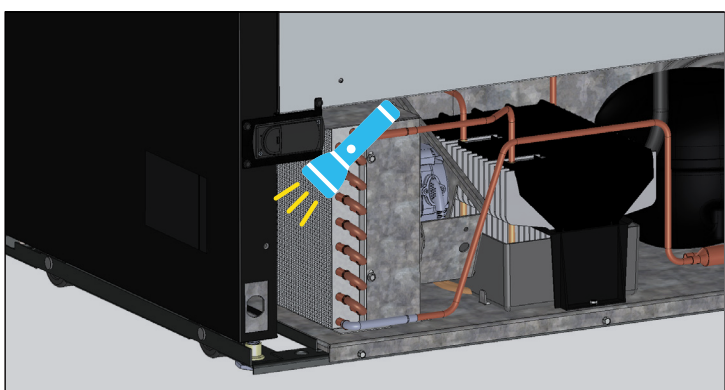

Рис. 3. Убедитесь в том, что вся грязь удалена.
4. После удаления грязи с поверхности змеевика, используя фонарик, проверьте, можете ли вы видеть сквозь змеевик. См. рис. 3.